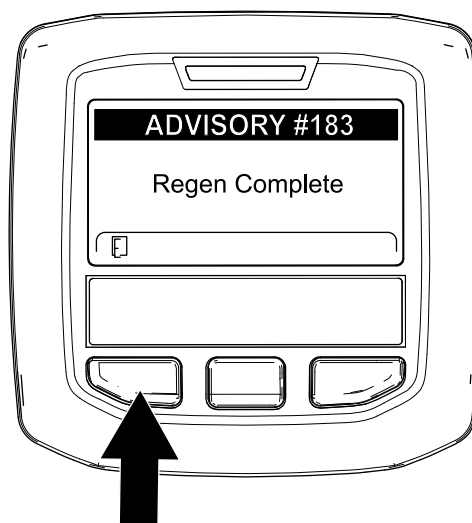

Figura 68
9. Quando o computador do motor conclui uma regeneração em estacionamento ou de recuperação, o InfoCenter apresenta o AVISO N.º 183 (Figura 68). Prima o botão esquerdo para sair para o ecrã inicial.